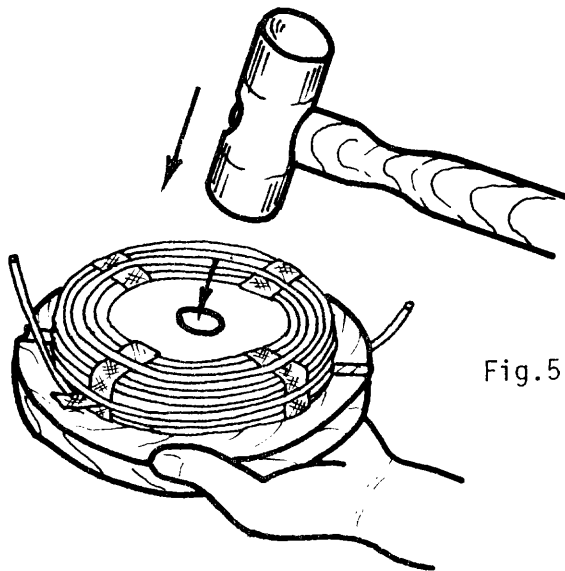

Fig.5
- c Tome el molde con una mano, con la bobina hacia arriba, y golpee suavemente en el centro del molde con un martillo de madera o de plástico (fig.5), para desprender la bobina.